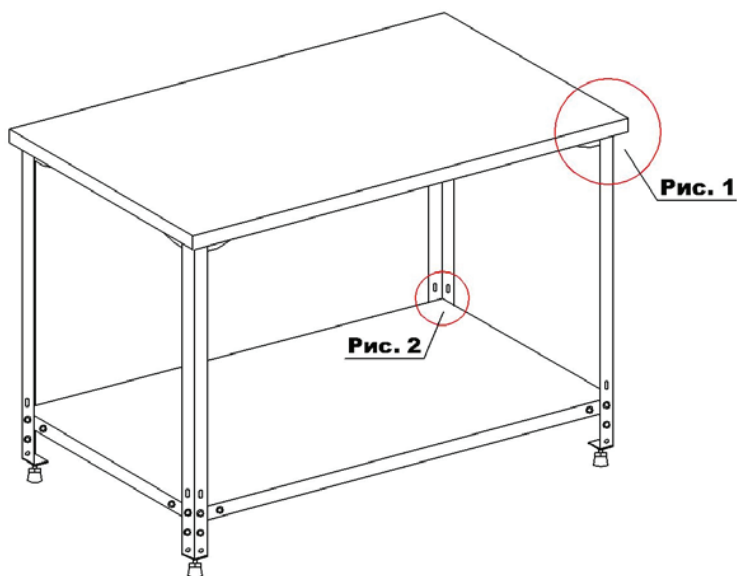

Рис. 1
2. Приложить стойку [3] к верхнему уголку [2] столешницы и закрепить болтовыми соединениями (рис. 1).